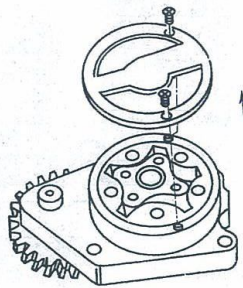
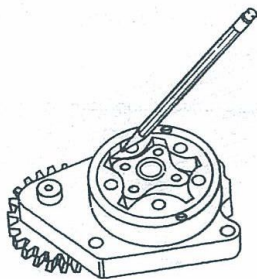

图 1-386 拆下机油泵后盖
图 1-387 作“TOP”标记
- 3) 拆下机油泵后盖, 见图 1-386; 在行星轮上作“TOP”标记, 见图 1-387。